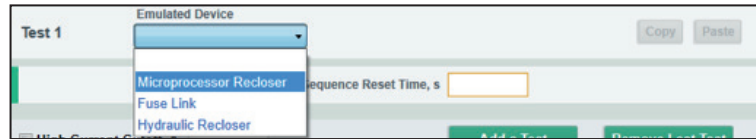

Figura 84. Opción seleccionada del Reconectador Microprocesador.
**Emulated Device (Dispositivo Emulado).** Seleccionar la opción de **Microprocessor Recloser (Reconectador Microprocesador)**. Ver la Figura 84.